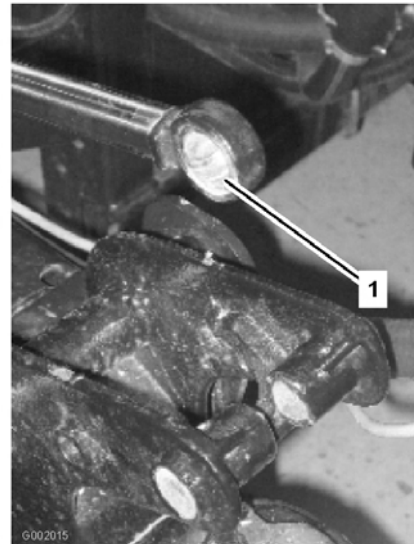

Bild 42
5. Drehen Sie das Lagerende der Aktuatorstange und schmieren Sie Schmiermittel in das Lager (Bild 42). Wischen Sie überflüssiges Fett ab.